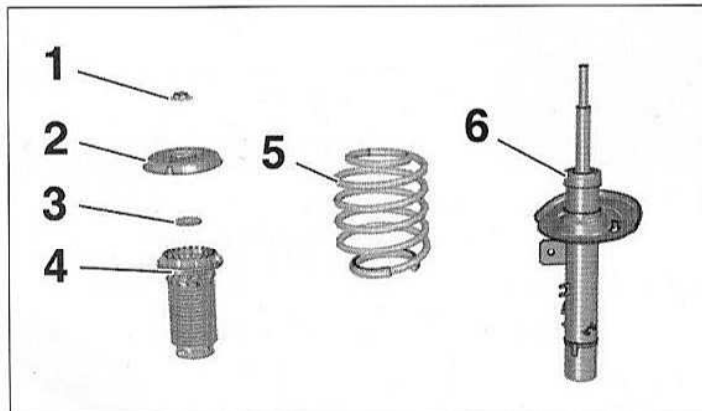

FIG.10
- Déposer l'écrou (1) de tige d'amortisseur, en contre-serrant cette dernière par son empreinte six pans creux (Fig.10).